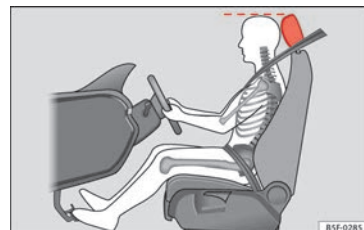

Fig. 84 Posição correta do encosto de cabeça do condutor.
- Ajuste o encosto de cabeça de modo a que o rebordo superior do mesmo fique alinhado com a parte superior da sua cabeça » **Fig. 84.**